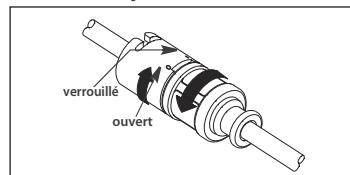

Figure 2
- b. Si une gaine anticontamination du cathéter avec adaptateur TwistLock est utilisée, s'assurer que le double TwistLock de la gaine anticontamination du cathéter est entièrement ouvert (voir Figure 2).